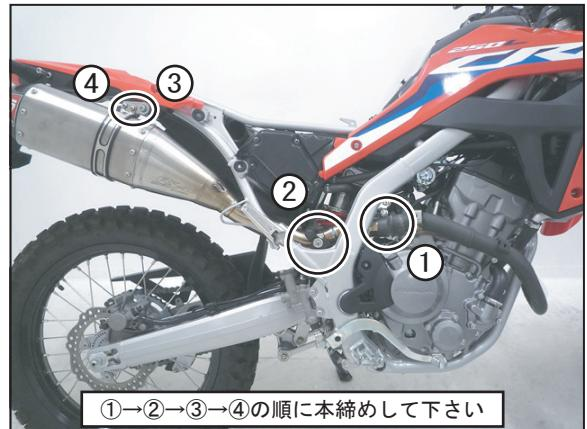

FIG. 12
10. 車両とマフラーとのクリアランスを確認し、仮締めしたボルト・ナットを純正クランプバンド→テールパイプ→サイレンサーステー→サイレンサーバンドの順に規定トルクで締め付けて下さい。（FIG. 12参照）